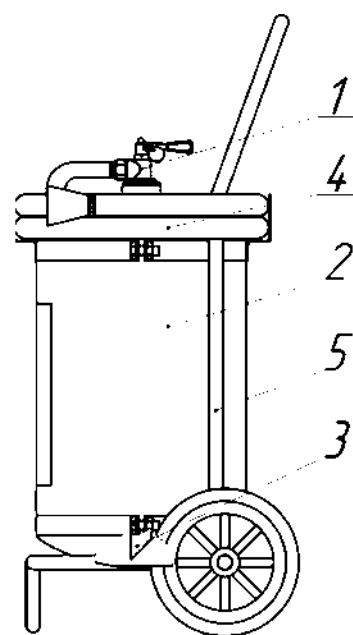

Рис.2
- 4.1 Конструкция огнетушителей на рис. 2. Огнетушитель состоит из корпуса 2, в горловину которого ввернуто ЗПУ 1 с сифонной трубкой 3. К выходному отверстию ЗПУ огнетушителя подсоединяется гибкий шланг 4. Индикатор давления на ЗПУ оснащен фильтрующим элементом, который обеспечивает изоляцию огнетушащего вещества (ОТВ) от индикатора. Огнетушитель заряжены осушенным воздухом с содержанием водяных паров не выше 0,006% масс.